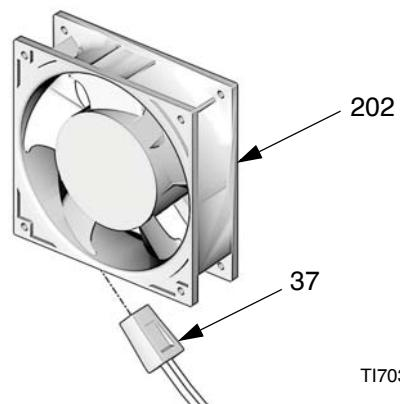

Рис. 15. Вентилятор
- d. Отсоедините кабель (37) от вентилятора (202). См. Рис. 15.